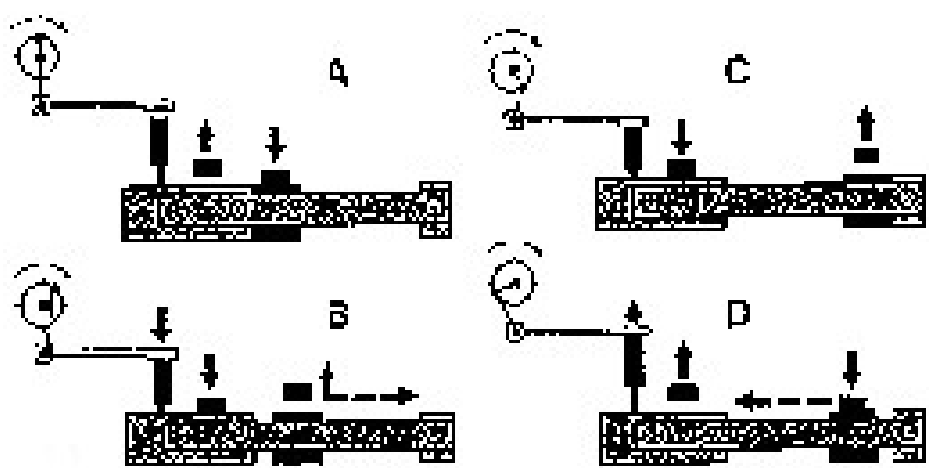

Рис.11
5.2 – ПОСЛЕДОВАТЕЛЬНОСТЬ РАБОТЫ ПОДАЧИ С ПРЕССОМ (РИС.11)